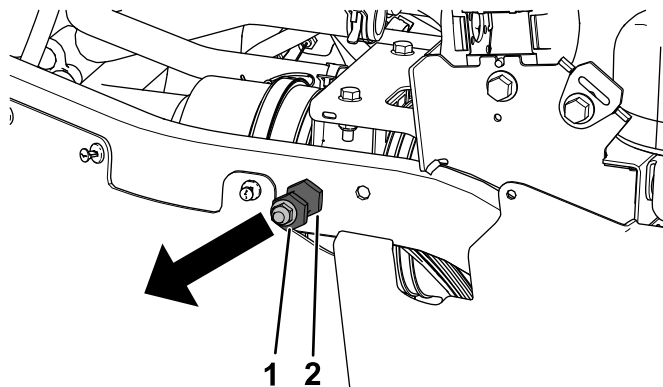

図 35
5. 左右の後フォレームチューブについているロックナット3/8"とラッチピンを外す 図 35。